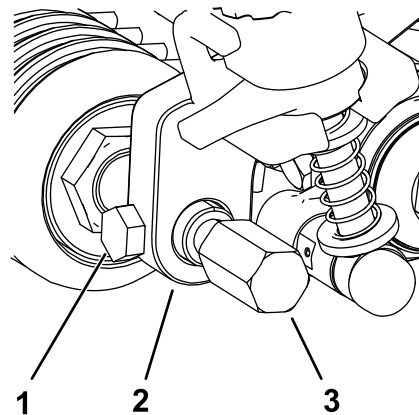

Figura 21
5. Inserte y centre el eje del rodillo delantero entre los soportes de altura de corte y sujételo con los 2 tornillos de montaje retirados de los soportes de altura de corte antiguos (Figura 21).
6. Fije los protectores del groomer a cada lado del eje del rodillo delantero (Figura 21).